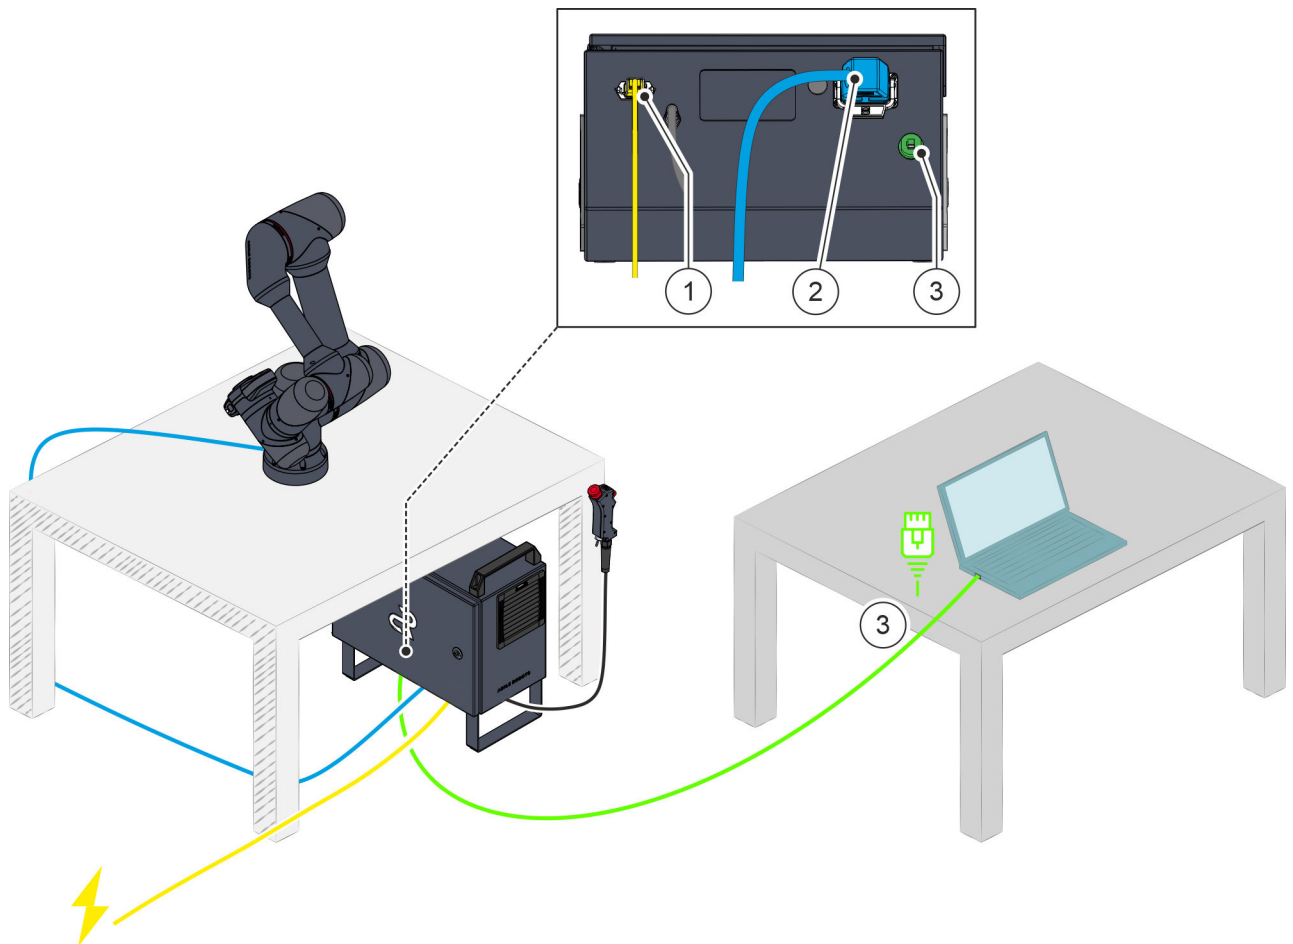

Abb. 93 Verbindungskabel lösen
- Netzkabel lösen und vom Anschluss an der Robotersteuerung abziehen **Abb. 93/①**.
- Verbindungskabel des Roboters lösen und vom Anschluss an der Robotersteuerung abziehen **Abb. 93/②**.
- Ethernet-Kabel von den Anschlüssen am Laptop und an der Robotersteuerung abziehen **Abb. 93/③**.